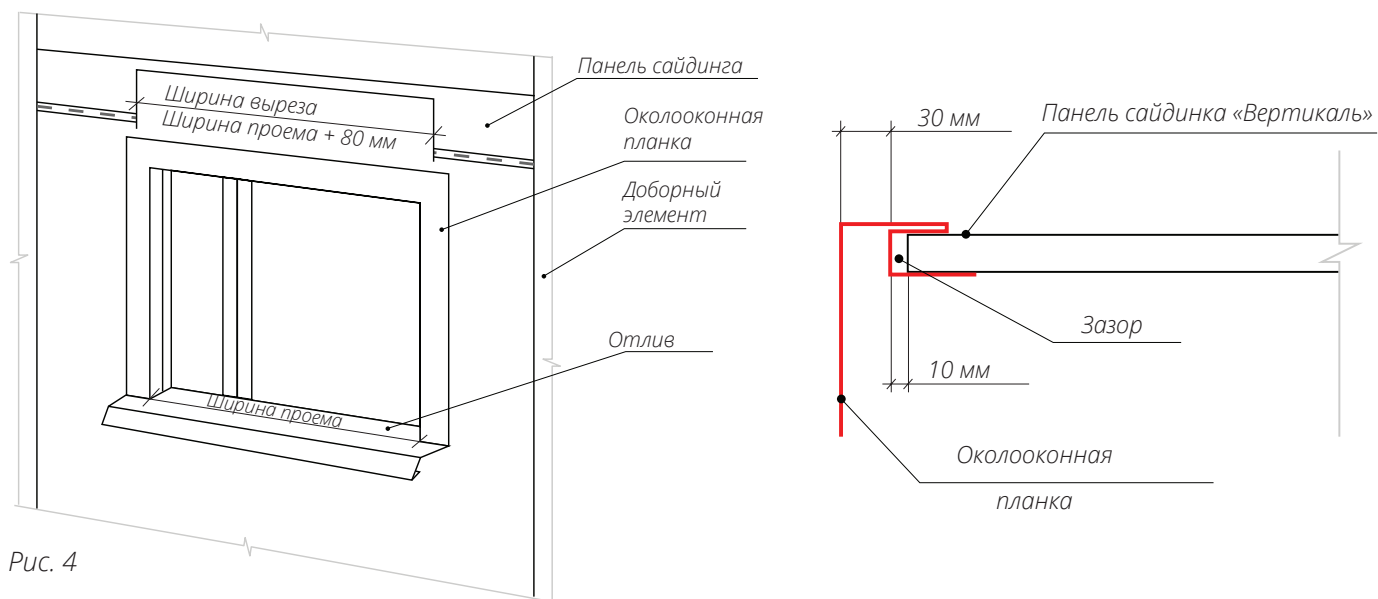

Рис. 4
- Подготовьте панели, примыкающие к проему сверху. Если под проемом не установлен Н-профиль, вырез делается на ширину оконного проема с учетом размера Околооконной планки и зазора, необходимого для того, чтобы можно было вставить панель в Околооконную планку (рис. 4).
йте необходимый вырез, как показано на схеме (рис. 4). Вырез должен быть шире проема на 80 мм. Глубина выреза должна позволить смонтировать панель без зазоров и деформаций.